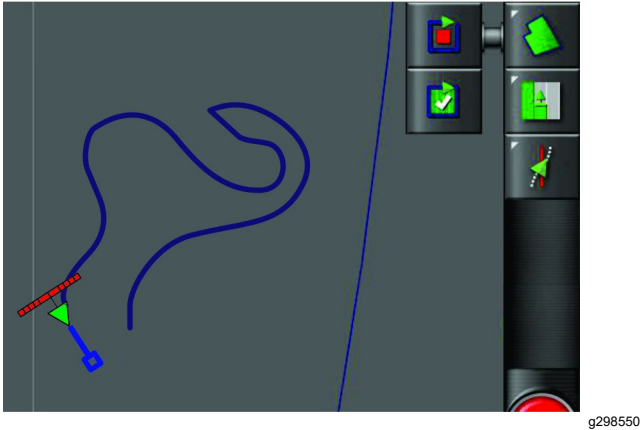

Bild 44
1. Wenn Sie sich in der Nähe des Anfangspunkts der Feldgrenze befinden, stoppen Sie die Maschine (Bild 44).